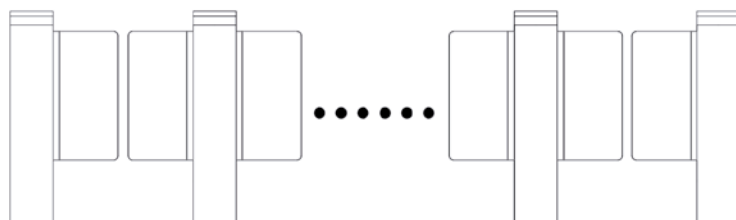

Figure 1.4
- Porte battante à plusieurs passages : configuration composée de deux caissons battants à mécanisme unique et de plusieurs caissons centraux à double mécanisme, permettant un accès efficace à plusieurs entrées (voir figure 1.4).